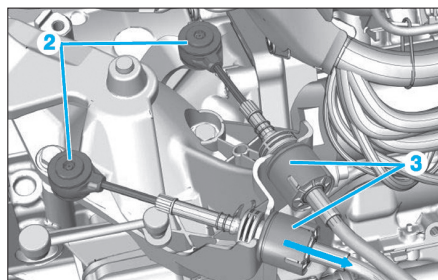

Fig. 3
- Désaccoupler les deux rotules (2) (Fig.3).
- Pousser vers le bas pour déverrouiller les attaches de maintien des câbles (3).